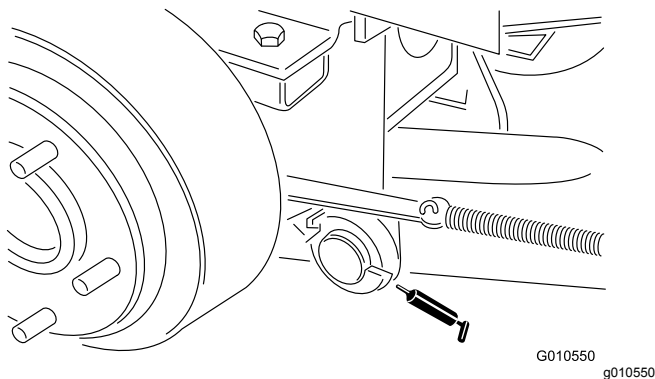

Bild 16
- Rechte und linke Hubarm-Lagerbolzen (Bild 16)